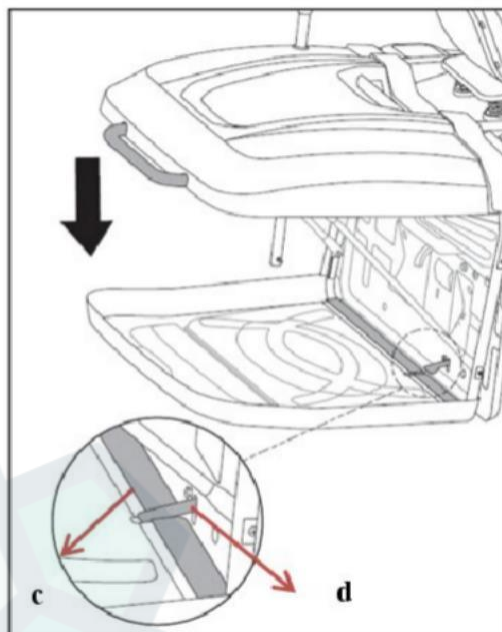

Рис. 7H
3. Надавите на заднюю рукоятку вниз, чтобы зацепить круглую трубку (с) основания травосборника за стопорную скобу (d). (Рис. 7H).